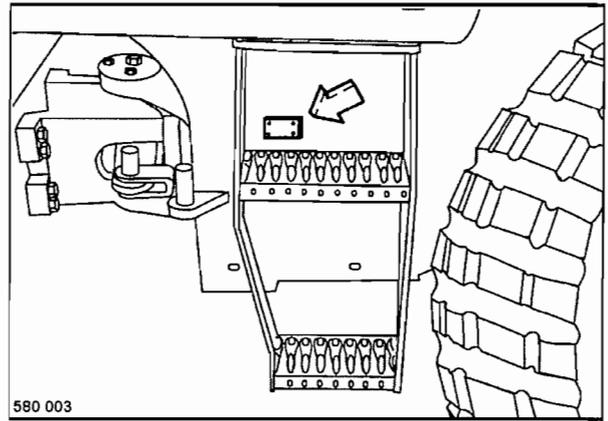

Fig. 1
- Tipo de máquina (fig. 1)
- Número de serie (fig. 1 y 2)